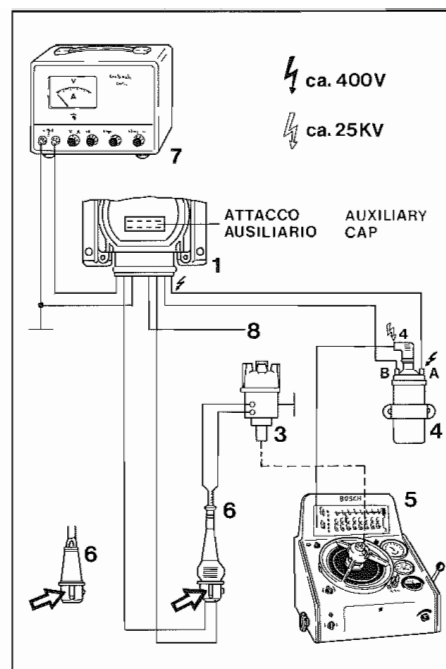

Fig. 9 - Schema di collegamento elettrico
- Montare le parti elencate su una tavola di legno o di Resiflex e collegarle secondo lo schema elettrico di Fig. 9.
- Fit the listed parts on a wooden or Resiflex board and connect them according to the wiring diagram Fig. 9.